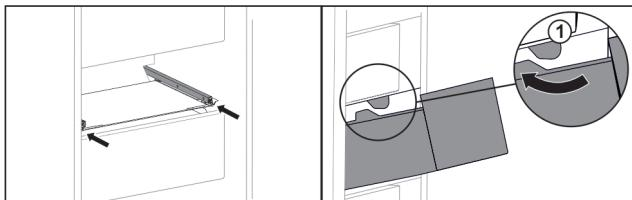

Fig. 41
- Обведите выдвижной ящик вокруг стопора Fig. 41 (1).